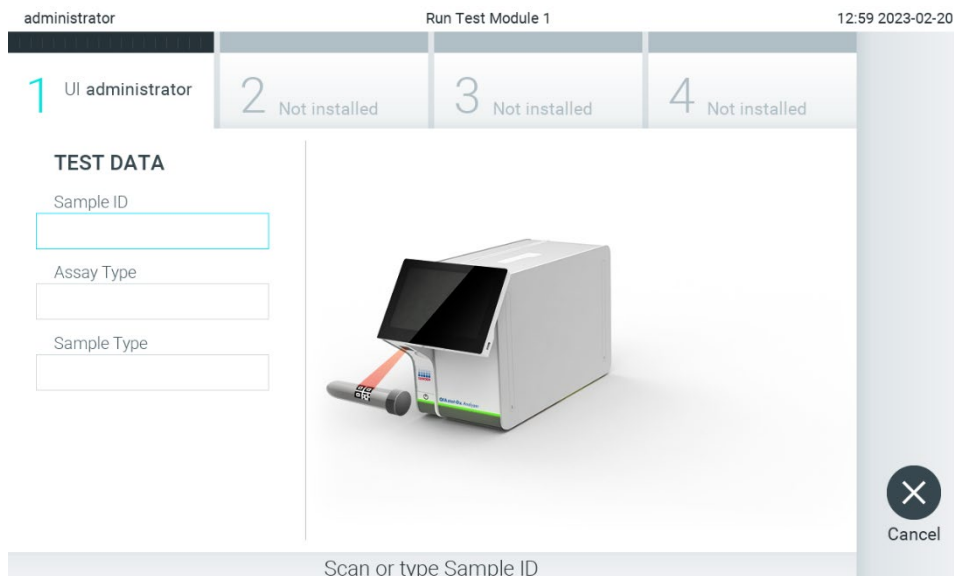

Abbildung 23. Scannen des Proben-ID-Barcodes.
2. Scannen Sie nach Aufforderung den Proben-ID-Barcode mit dem im Betriebsmodul integrierten Barcodeleser (Abbildung 23).